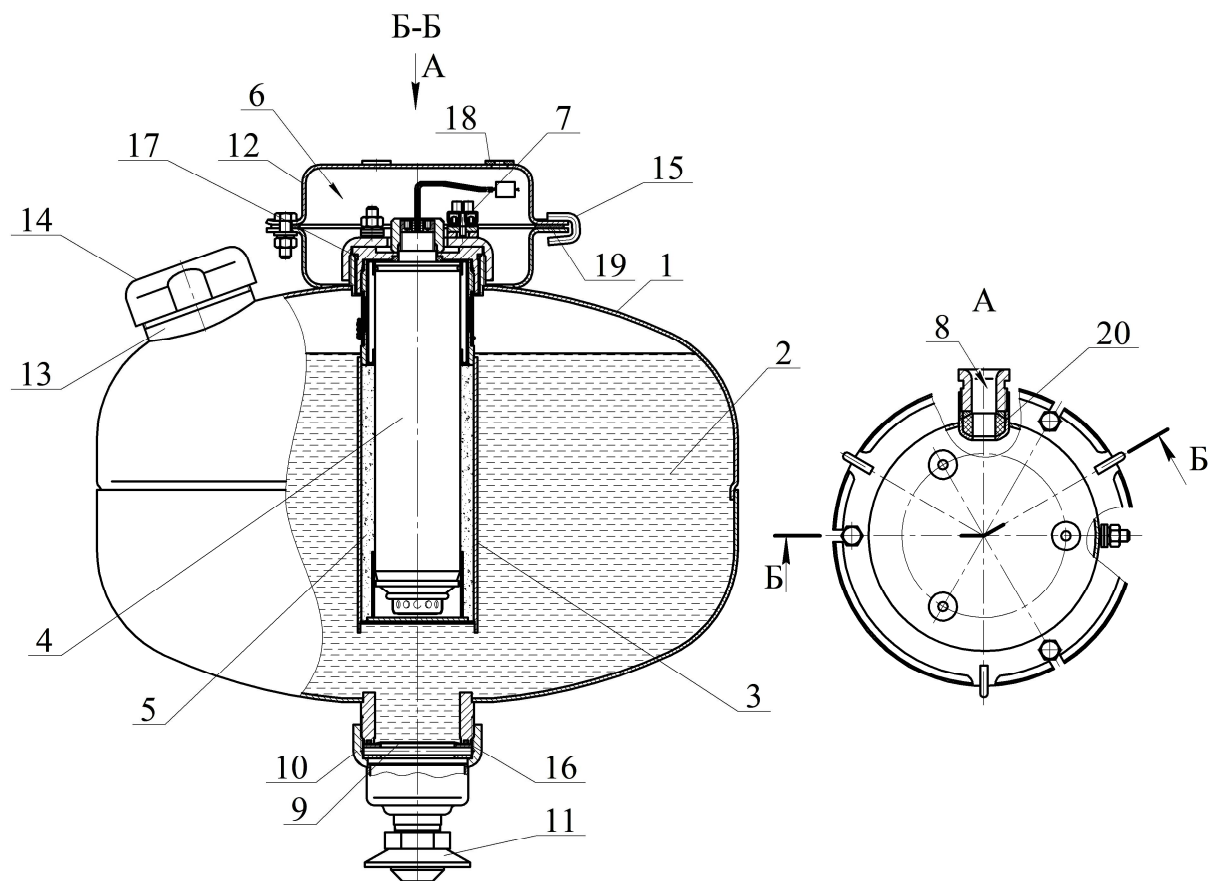

Рисунок 1
1.4.1.1 МУПТВ (см. рисунок 1) состоит из корпуса 1, заправленного жидким ОТВ 2, в котором размещено газогенерирующее устройство 3. В герметичный корпус газогенерирующего устройства со степенью защиты IP68 установлен ИХГ 4 с элементом электропусковым. Зазор между ИХГ корпусом газогенерирующего устройства заполнен пористым искрогасящим материалом 5.
2.1.3 Закрепить кронштейн **12** (см. рисунок 1) на толке. Координаты отверстий в кронштейне приведены на рисунке 3.
2.1.5.3 Полученный раствор ОТВ залить в отверстие верхней горловины **9** (см. рисунок 1). Для окончательного приготовления ОТВ применительно к МУПТВ-13,5-ГЗ-ВД (t°С = -10; -30) открыть упаковку с жидкой добавкой и залить ее в отверстие верхней горловины **13**. Раствор, полученный по п. 2.1.5.2 для МУПТВ-13,5-ГЗ-ВД (t°С = -50) – окончательный ОТВ. Установить в отверстие горловины предохранительный клапан **14**. Сверху закрутить гайку до упора.
2.1.6 Накрутить до упора насадок-распылитель **11** (см. рисунок 1).